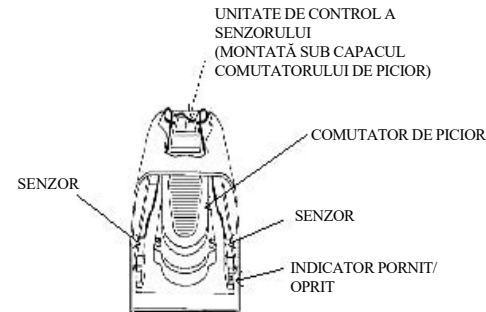

Figura 2: Sensorii sunt fixați pe partea LATERALĂ a CARCASEI comutatorului de picior laser
4. În carcasa pedalei (Figura 2), poziționați senzorul de transmitere și cel de primire pe părțile opuse ale pedalei. Nu poziționați senzorii pe laturile pedalei.